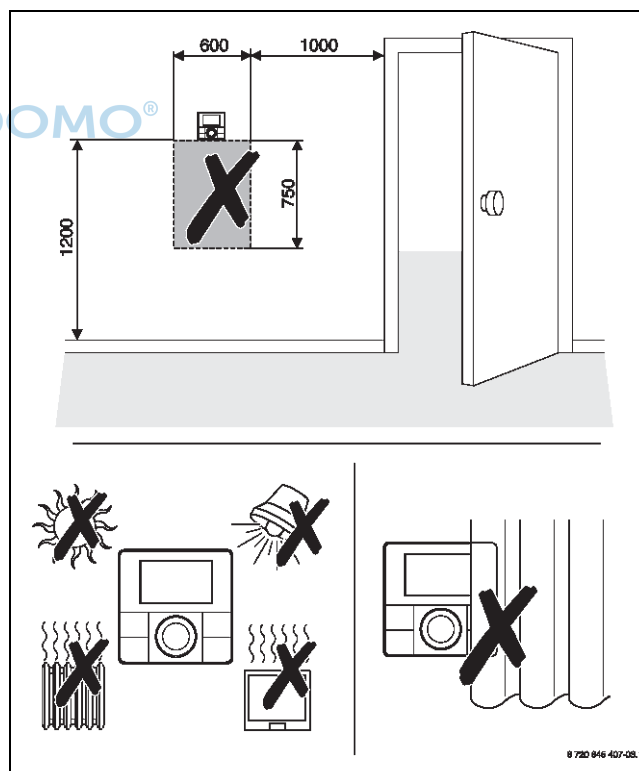

Bild 143 Position der Fernbedienung CR 10/CR 10 H im Referenzraum (Maße in mm)
- ▶ Fernbedienung deshalb für die raumtemperaturgeführte Regelung im Referenzraum installieren (→ Bild 143).